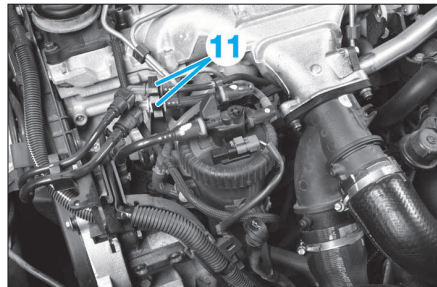

FIG. 88
- Désaccoupler et écarter les conduits d'alimentation en carburant (11) (Fig.88).